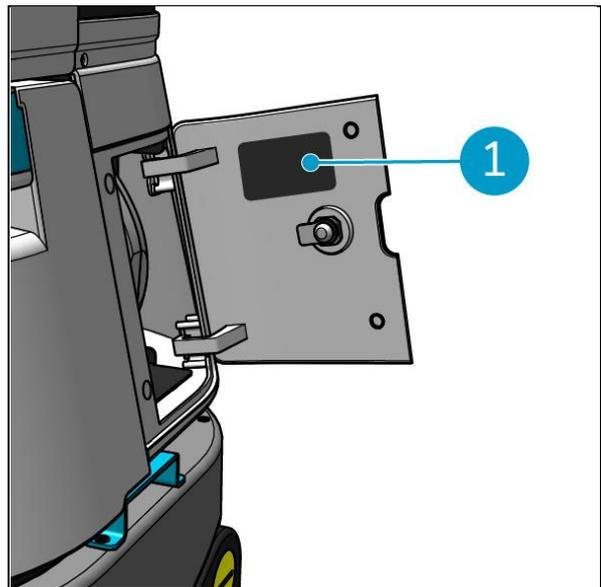

Figura 4
El número de serie se encuentra en el interior de la tapa del compartimento de las pilas (Figura 4, pos. 1).